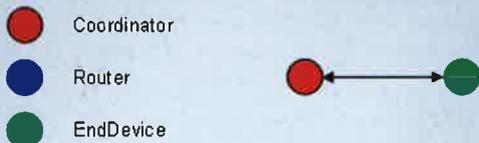

Figure 12 : exemple de réseau point à point (PPP).
- **Réseau point à point (PPP)** : dans ce type de réseau, deux dispositifs dialoguent entre eux. Pour améliorer l'immunité aux bruits et éviter les conflits qui pourraient affecter les communications, il est possible de paramétrer un canal de transmission différent d'un module à l'autre. Ce type de réseau, même s'il est seulement constitué par deux éléments, peut contenir un maître et un esclave (voir la figure 12) ;